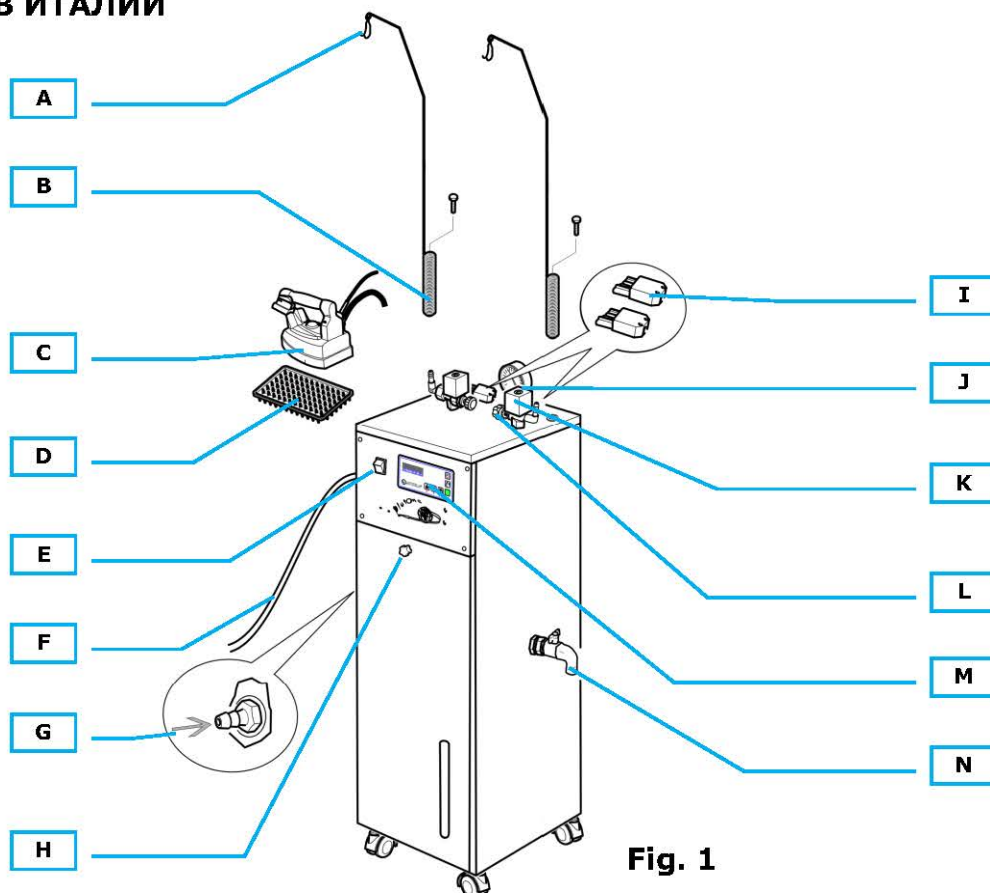
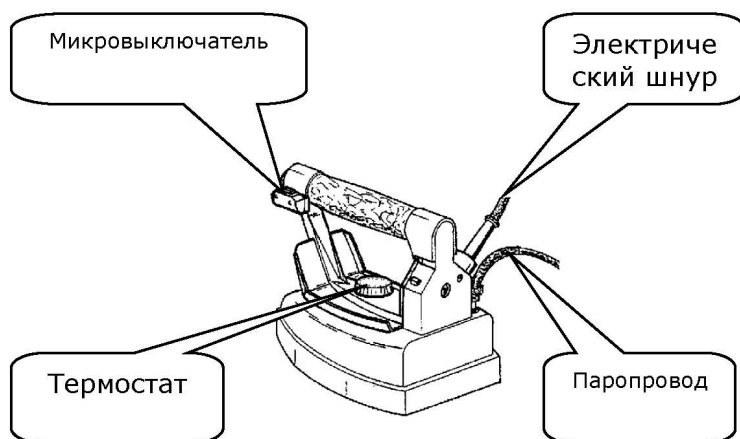

Fig. 1
Рис. 2
3. Закрепите держатель (рис. 1-B) в соответствующем отверстии и подключите утюг к разъему (рис. 1-I).
4. Закрепите паропровод к электроклапану с помощью зажима (рис. 1-K).
5. Закрепите кабели на крючки держателя кабеля (рис. 1-A), избегая перекручивания.
6. Установите утюг на прилагаемый резиновый коврик (рис. 1-D). Прodelайте шаги 3-5 для Утюга 2.
Подключите Plutone к водопроводу. Давление воды не должно превышать 2.5 бар. Убедитесь, что рядом есть кран и резиновый шланг сдерживающий давление в водопроводе. Подключите шланг к входу для подачи воды, обозначенным «WATER INLET HOSE HOLDER/ВХОД ВОДЫ ДЛЯ ГИБКОЙ ПОДВОДКИ» - диаметром 7 мм - (рис. 1-G) с помощью двух хомутов.
2. Подождите, пока не загорится значок котла. Возьмите утюг за ручку, поверните его к полу и нажмите клавишу утюга (рис. 2) 4-5 раз, чтобы выпустить пар. Это нужно для нагрева паропровода и предотвращает утечку воды из утюга. Поток пара регулируется винтом электроклапана (рис. 1-J).
1. Отрегулируйте температуру утюга (рис. 2). Для сухого глажения вы можете установить термостат в различных положениях, в зависимости от типа ткани, которую вы хотите гладить (см. Инструкции на этикетке одежды). Для глажения с паром термостат должен быть установлен в положение «хлопок» или «лен».
2. Приступите к глажению, периодически нажимая на клавишу утюга (рис. 2), включая пар.